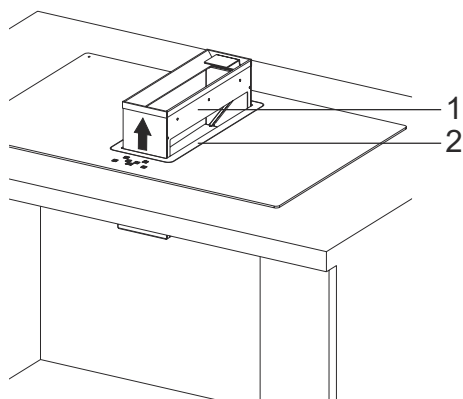

Fig. 9
13. För att säkerställa att vätska och smuts ej kommer in direkt i motorn, samlas detta i botten av behållaren, som kan rymma en begränsad mängd vätska/smuts (Fig. 9/2).
Lyft behållaren och ta den ur sin plats (Fig. 9).